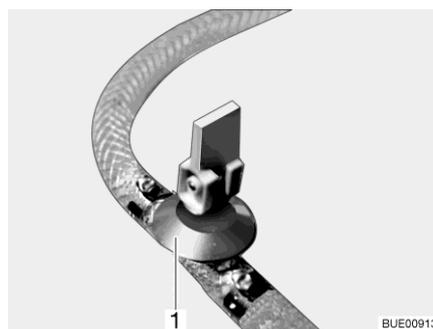
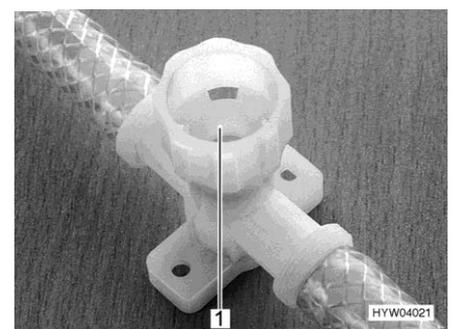

Fig. 250 Robinet de vidange (avec levier à bascule)
Fig. 251 Robinet de vidange (avec capuchon tournant)
- Fermer tous les robinets de vidange. Placer pour ce faire le levier à bascule (Fig. 250,1) à l'horizontale ou faire tourner le capuchon du robinet de vidange (Fig. 251,1) dans le sens des aiguilles d'une montre.